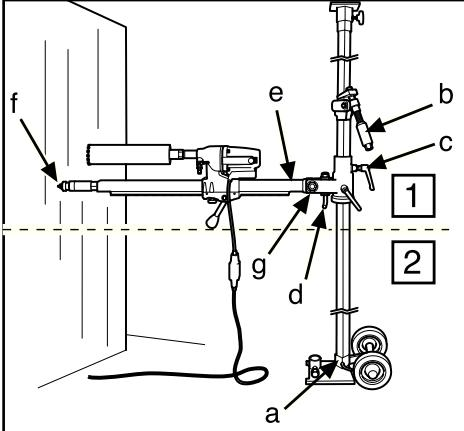
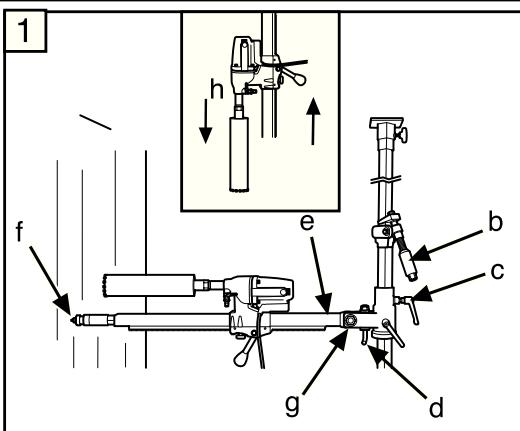

Рис.3
Рис.4
- Разместите опорную плиту у стены на расстоянии длины сверлильной колонки, винт штатива должен быть ввинчен. Для бурения на высоте до 1.5 м внешняя труба опорной колонки должна быть снизу, а для бурения выше 1.5 м от пола опорную колонку переверните. Убедитесь, что опорная колонка зажата в опорной плите зажимным болтом (A) (рис. 3, 5).
- Разожмите опорную колонку в потолок, выбрав для зажима ближайшее отверстие во внутренней трубе. Зафиксируйте положение, вращая рукоятку (B) и винт в торце ключом на 24 мм. Не зажимайте слишком сильно.
- Ослабьте зажим (C) и поверните сверлильную колонку. Отпустите ручку (D) и наклоните колонку
- Установите мотор (DMS160) на сверлильную колонку (Рис. 4) (H).
- Установите сверлильную колонку с мотором в желаемое положение к стене. Зафиксируйте ее рукояткой (C) (Рис. 3,4)
- Поднимите сверлильную колонку и закрепите ее ручкой (D) и гайкой (G) (рис. 3, 4). Если угол бурения не кратен 90°, отпустите ручку (D), установите сверлильную колонку на заданный угол и затяните гайку (G) ключом на 30 мм (Рис. 3, 4).
- Сверлильная колонка может быть повернута на 360° и зафиксирована в любом положении шестигранным ключом на 8 мм (E) (рис. 3, 4).
1. Соберите стенд согласно инструкции. Сложите сверлильную колонку так, чтобы упор колонки (F) (Рис. 10) вошел во втулку (А) (Рис. 11). Затяните контргайку (G) ключом на 30 мм (Рис. 4) и зафиксируйте ручку (С) (Рис. 4).